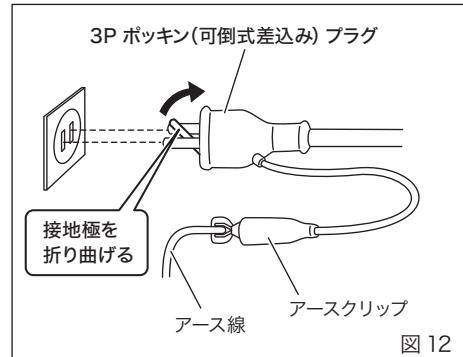

図 12
5. 使用する電源について（図 12）
接地極のない電源コンセントに接続するときは、接地極を折り曲げて電源コンセントに差し込み、アースクリップを使用してください。（図 12）